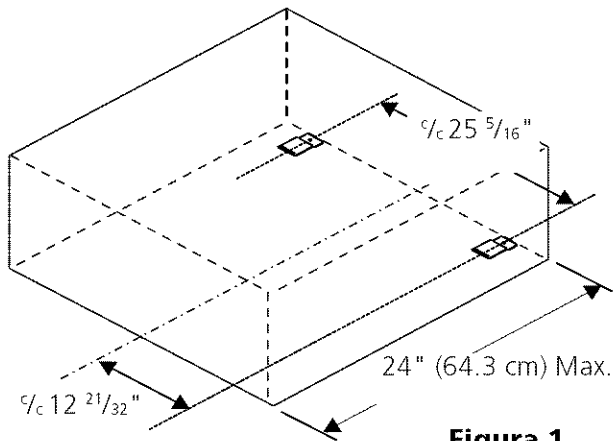

Figura 1
1. Instalar los 2 brackets anti-volteo como muestra la figura 1.